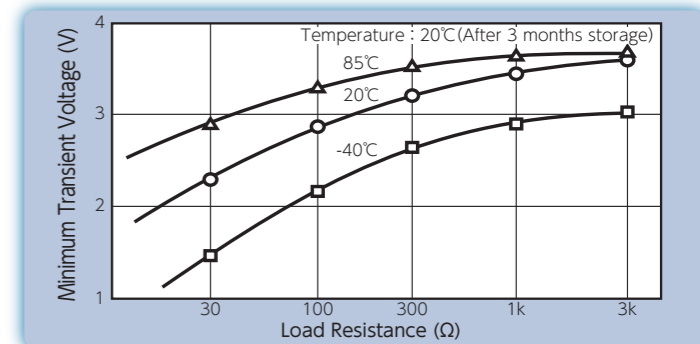
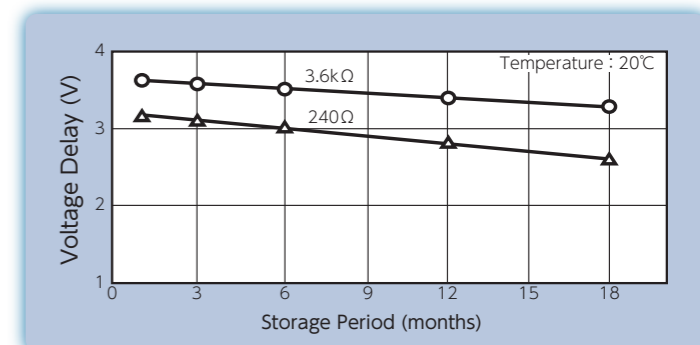

Fig. 2 Voltage Delay - Load Resistance
Fig. 3 Voltage Delay - Storage Period
- マイクロアンペア (μA) オーダーでの使用では、問題となる様な電圧低下はありませんが、数mA (ミリアンペア) 以上の電流を必要とする場合には、電圧低下が顕著になります。……………(図2)
(図2) 過渡最低電圧 - 負荷抵抗
- この現象は使用温度が低く、貯蔵温度が高く、貯蔵期間が長くなる程顕著に現れます。……………(図2) (図3)
(図3) 過渡最低電圧 - 貯蔵期間
- When the current is in the micro-ampere order, the voltage drop will not create problems, but when the current is over a few milli-amperes, the voltage drop becomes noticeable. …… Fig. 2
- This phenomena occurs more prominently at lower use temperatures, higher storage temperatures, and longer storage periods. …… Fig. 2, Fig. 3